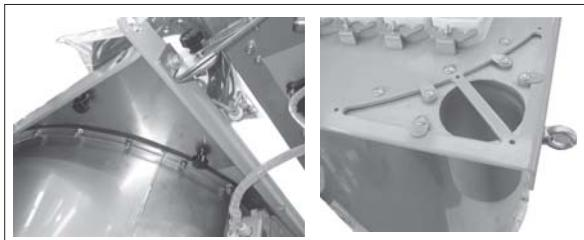

Fig. 1
- 2) Fix the blind flanges in the rear slits and the two flanges with the tube in the front part of the filter. (see Fig. 1)
2) Die Blindflansche der hinteren Schlitze und die beiden Flansche mit Rohr im vorderen Bereich des Filters befestigen (siehe Abb. 1).
- 2) Fixer les brides pleines dans les fentes arrière et les deux brides avec tube dans la zone avant du filtre. (voir fig. 1)
2) Fissare le flange cieche nelle feritoie posteriori e le due flange con tubo nella zona anteriore del filtro. (vedi fig. 1)